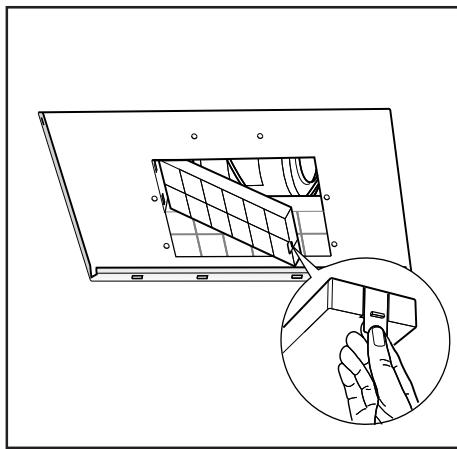

Fig.17
- **Versone filtrante:** collegare il tubo flessibile al deflettore **M** e fissare la vite **I** come indicato in (Fig.8), i filtri al carbone attivo devono essere applicati al gruppo aspirante posto all'interno della cappa (Fig.17).